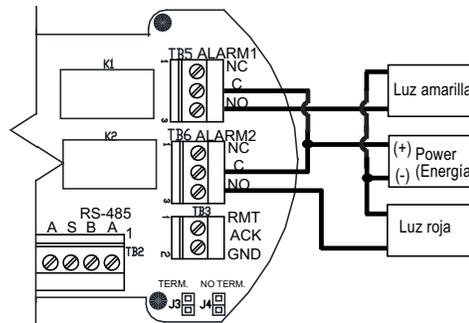
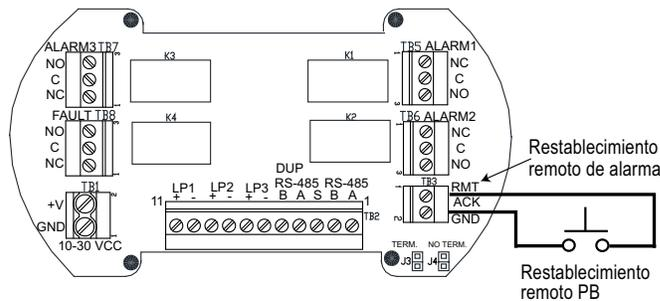

Figura 4-19: Ejemplo de conexión de relé/alarma – circuito del terminal/relé/MODBUS
Figura 4-20: Conexiones de relés y restablecimiento remoto de alarma – circuito del terminal/relé/MODBUS
común (C) (consulte la Figura 4-19: Ejemplo de conexión de relé/alarma – circuito del terminal/relé/ MODBUS y la Figura 4-20: Conexiones de relés y restablecimiento remoto de alarma – circuito del terminal/relé/MODBUS para ver más detalles).
- Si lo desea, conecte un interruptor remoto al bloque de terminales 3 en el circuito del terminal/relé/ MODBUS RS-485. Esta función le permitirá apagar y restablecer una alarma remota activada (consulte la Figura 4-20: Conexiones de relés y restablecimiento remoto de alarma – circuito del terminal/relé/ MODBUS para conocer más detalles).